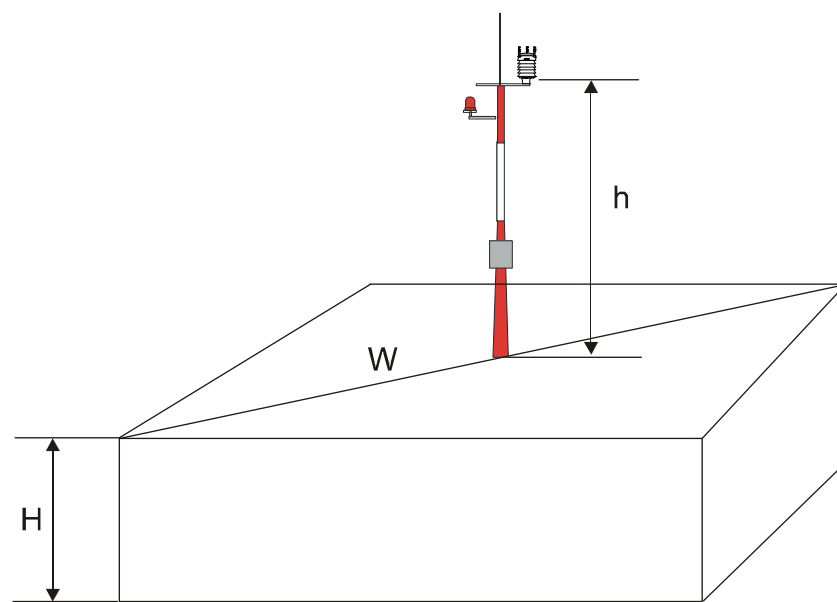

图 11 位于建筑物顶部时建议的桅杆长度
对于安装在建筑物顶部的桅杆，建议的最小长度（在第 28 页上的图 11 中标有字母 h ）是建筑物高度 (H) 的 1.5 倍。当对角线 (W) 小于高度 (H) 时，桅杆的最小长度是 $1.5 W$ 。